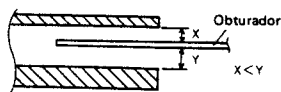

Fig. 14-2 Posición del obturador
2. Estar seguros que el obturador pasa entre el conjunto de placa del sensor colocada ligeramente encima del centro (Fig. 14-2).